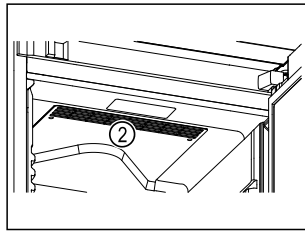

Fig. 62
- Oslobodite ventilacijske proreze Fig. 62 (2) za ventilator optoćnog zraka u unutrašnjosti.